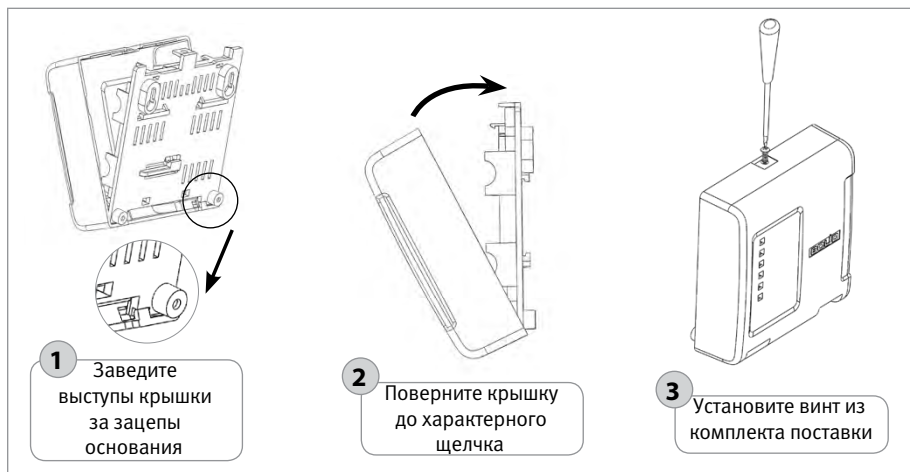

Рисунок 28. Порядок установки крышки прибора
- 2.6. Установите крышку прибора в порядке, указанном на Рисунок 28.
- 3.5. Установите крышку прибора в порядке, указанном на Рисунок 28.